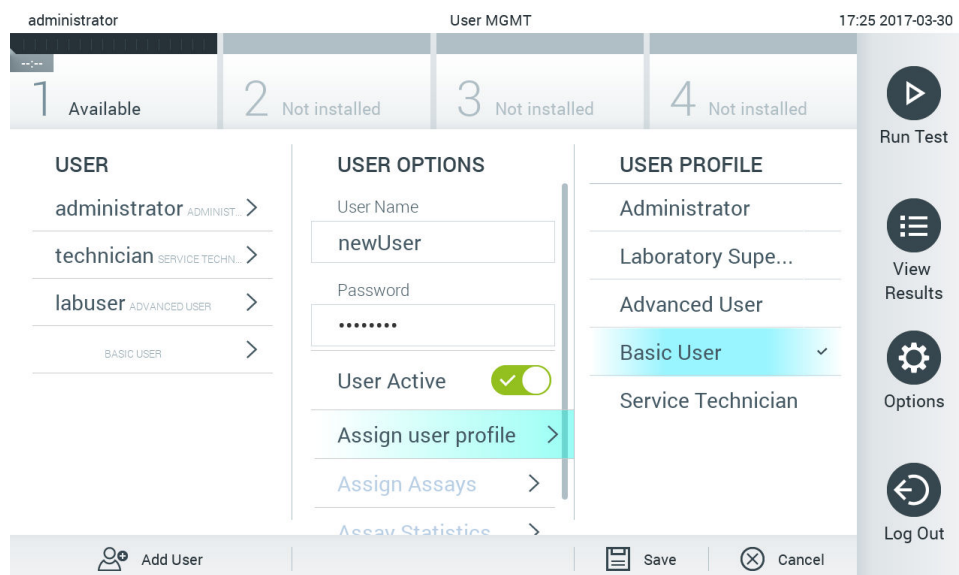

図 65.ユーザープロファイルを新規ユーザーに割り当てる。
4. Assign User Profile（ユーザープロファイルを割り当てる）を押し、新規ユーザーに適切なユーザープロファイル（コンテンツエリアの右側のリストから）割り当てます（図 65）。